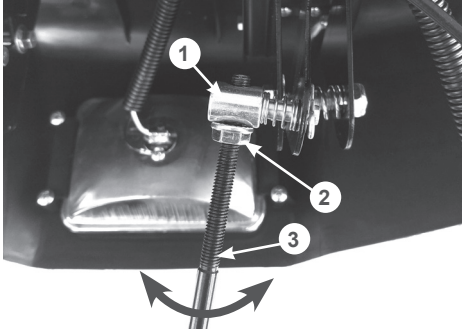

Рис. 18 Регулировка длины тяги рычага переключения передач
- если данное условие не выполняется, отсоедините нижний конец троса переключения передач, ослабьте затяжку контргайки 2 на верхнем конце троса 3 и произведите корректировку положения фрикционного колеса, выкручивая/закручивая трос во втулку 1 крепления троса (Рис. 18);